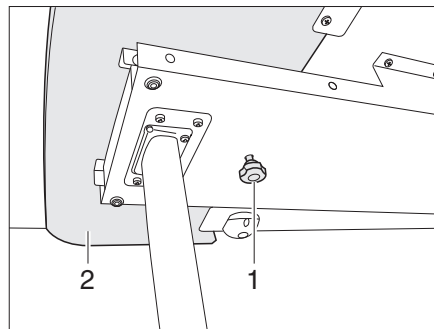
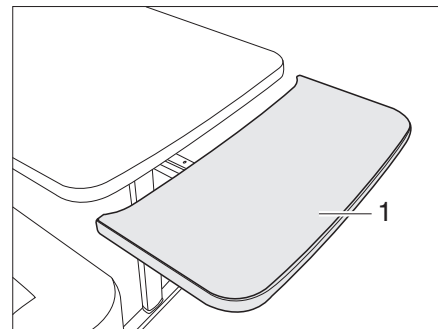

Fig. 93 Verrouillage de la rallonge de table
Fig. 94 Rallonge de table
- Desserrer la vis moletée (Fig. 93,1).
- Faire entièrement sortir la rallonge de table (Fig. 93,2) (Fig. 94).
- Faire opérer un arc de cercle vers le haut à la rallonge du plateau de table (Fig. 94,1). La rallonge du plateau de table affleure au plateau de table.
- Tirer à fond la rallonge du plateau de table (Fig. 94,1) dans le sens opposé au plateau et la pousser vers le bas en forçant la résistance des ressorts de retenue. La rallonge du plateau de table descend en opérant un arc de cercle (Fig. 94).
- Serrer la vis moletée (Fig. 93,1).